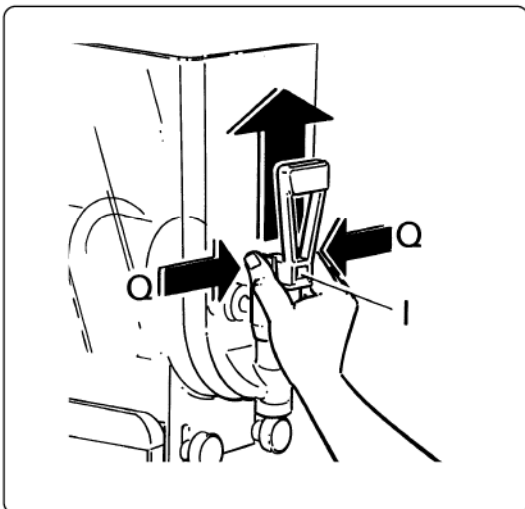

Abb. 12
- gleichzeitig die beiden Sperrippen (Q) drücken und den Hahn (I) anheben, um ihn aus seinem Sitz zu ziehen (siehe Abb. 12).